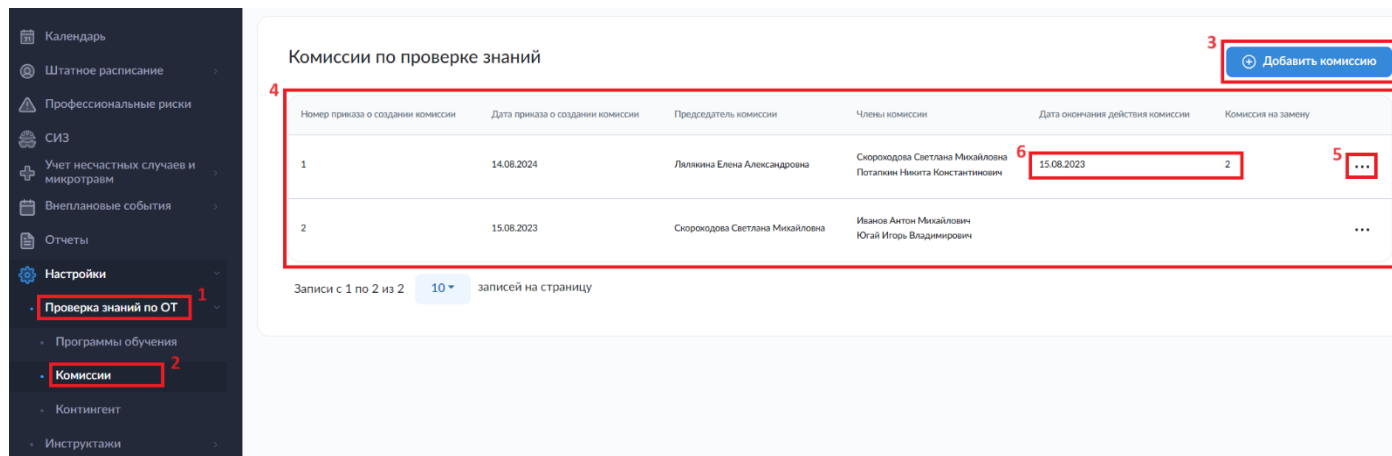

Рисунок 56. Раздел «Настройки». Подраздел «Проверка знаний по ОТ. Комиссии».
Информация о комиссиях по проверке знаний в организации вносится в подразделе «Комиссии» (2) раздела (1) «Проверка знаний по ОТ» настроек (рис. 56).
замещающей комиссии (номер, дата приказа о создании, информация о членах комиссии). Информация о завершении действия комиссии фиксируются в графах «Дата окончания действия комиссии» и «Комиссия на замену» (6) таблицы 4 (рис. 56).